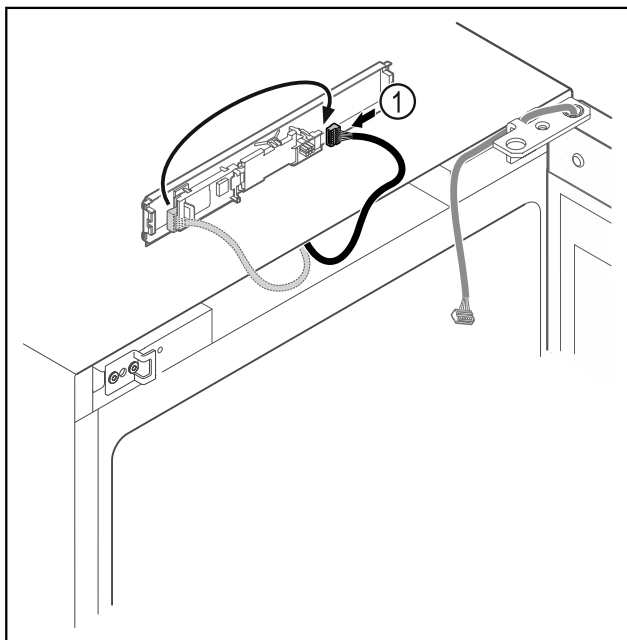

Fig. 17
- ▶ Μεταφέρετε το φως Fig. 17 (1) στην πλακέτα.